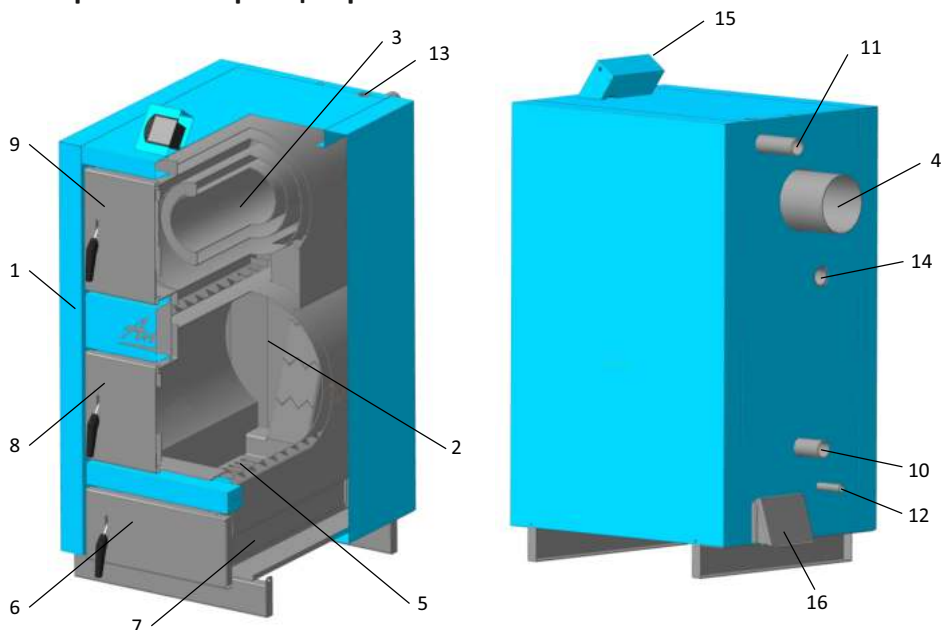

Рис. 1 Котёл «АМТЕО» серия АМ
4.1. Котёл (рис. 1) состоит из: корпуса (1), топки (2), газохода (3), дымохода (4). В нижней части топки устанавливаются колосники (5), зольник (7). К передней стенке корпуса котла на осях присоединяются загрузочная дверца (8), дверца для обслуживания (9), дверца зольного ящика (6), патрубок обратного трубопровода (10), патрубок подающего трубопровода (11), патрубок для слива воды с котла (12), отверстие для установки тягорегулятора (13), отверстие для установки ТЭНа (14). На котлах серии АМ+ есть места для установки контроллера (15) и дутьевого вентилятора (16), на котлах серии АМ место для установки дутьевого вентилятора (16) является поддувалом, положение которого регулируется механическим тягорегулятором (доп.опция).